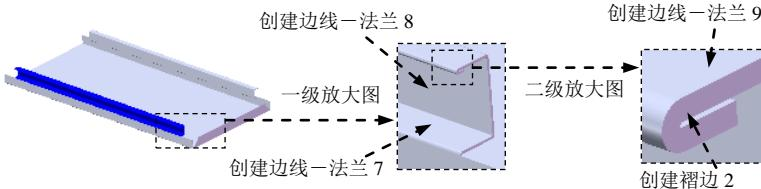

图 17.6.17 创建另一侧的边线法兰特征和褶边特征
Step9. 用同样的方法创建另一侧的边线一法兰 7、边线一法兰 8、边线一法兰 9 和褶边 2（如图 17.6.17 所示），详细操作步骤参见 Step5 ~Step8。